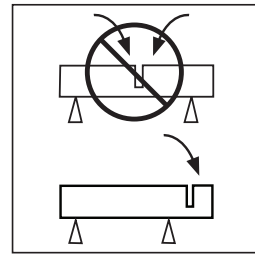

ABB. 7
- Stützen Sie das Werkstück nach Möglichkeit so ab, dass dessen Bewegungen vorhersehbar sind und der Schnitt beim Schneiden offen und stabil bleibt. **(ABB. 7)**